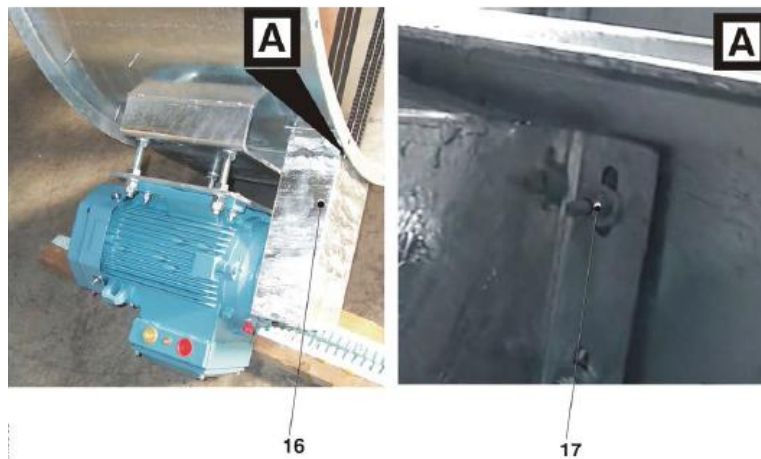

Abb.2-4: Detail der Montage des Flügelrades bei den Ventilatoren der Modelle GFF-01 / GFF-04 / TFF-09 / TFF-12.
15. Den Motorwellenschlüssel (1) einsetzen.
16. Das Flügelrad auf der Motorwelle blockieren und dazu die große (2) und die kleine Unterlegscheibe (3) und die Schraube (4) verwenden.
17. Den Riemenscheibenschutz (16, Abb.2-4) auf den Ring setzen und mit den bereits auf der Struktur befindlichen Schrauben, der Mutter und der Unterlegscheibe (17) befestigen.